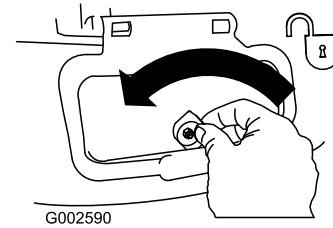

Figura 28
1. Desbloquee la puerta de descarga lateral (Figura 28).